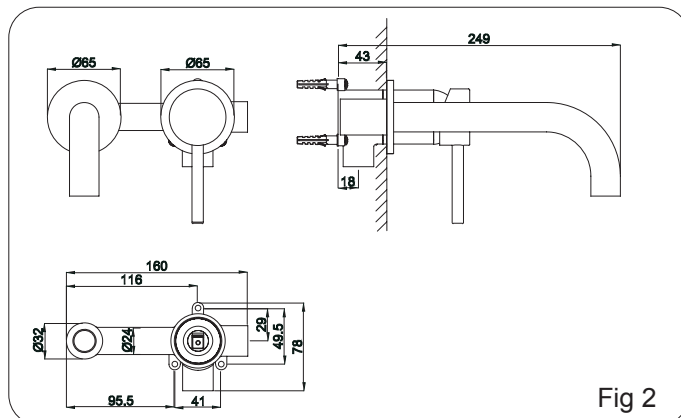

Fig 2
1. Maak een uitsparing in de muur voor het installeren van het leidingwerk en het inbouwdeel. Zie Fig 2 & Fig 3 voor de exacte diepte.